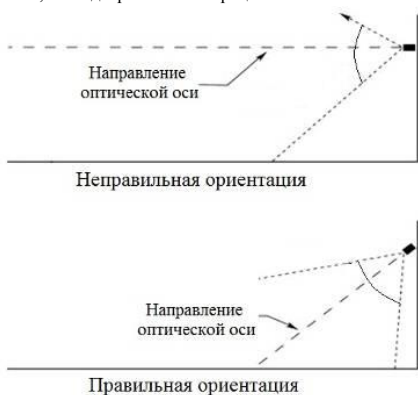

Рисунок 3 – Установка извещателя по отношению к горизонту
- Извещатель должен быть нацелен на объект по нисходящей под углом к горизонту, (см. рис. 3). Такая установка предотвращает скопление влаги на оптической части извещателя.